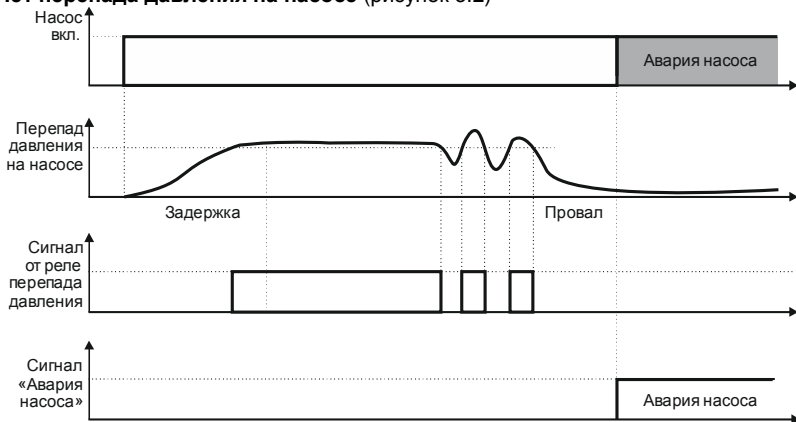

Рисунок 3.2 - Обработка сигнала от датчика перепада давления ($\Delta P_1/\Delta P_2$)
1) Нет перепада давления на насосе (рисунок 3.2)